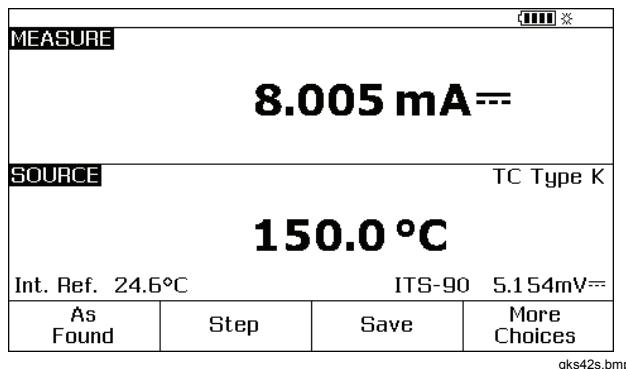

图 28. 过程仪器校准屏幕
9. 按 **MEASURE/SOURCE** 选择“测量/输出”(MEASURE/SOURCE)模式。显示屏变为图 28 所示的屏幕。